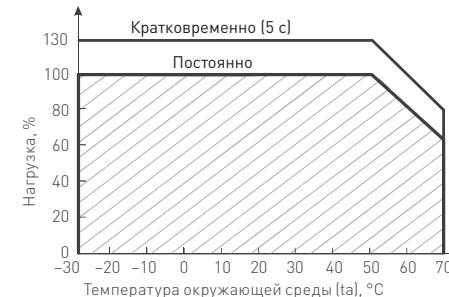

Рис. 2.
- 4.3. Не нагружайте источник питания более чем на 80% от его максимальной мощности. Учитывайте, что с повышением температуры окружающей среды максимальная мощность источника питания снижается, см. график зависимости на рис. 2.